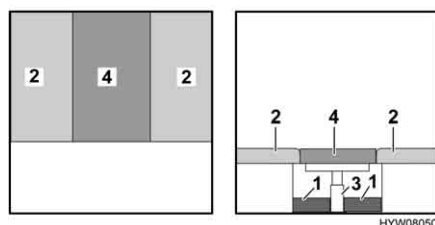

Fig. 62 Dopo la trasformazione
- Posizionare il cuscino aggiuntivo (Fig. 62,4) tra i cuscini del divano.